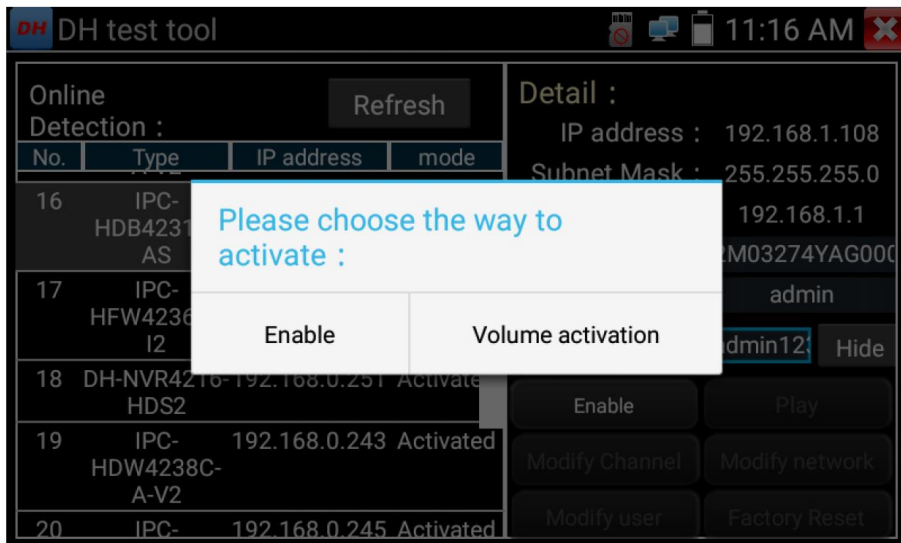

Рис. 147 Активация камер Dahua
2. Активируйте камеру и задайте имя пользователя и пароль (рис. 147, 148)